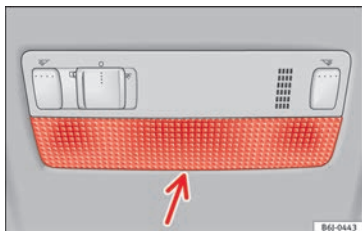

Fig. 204 Lampe de lecture avant.
- Introduisez la partie plate d'un tournevis fin entre la carcasse et le verre » **fig. 204**.